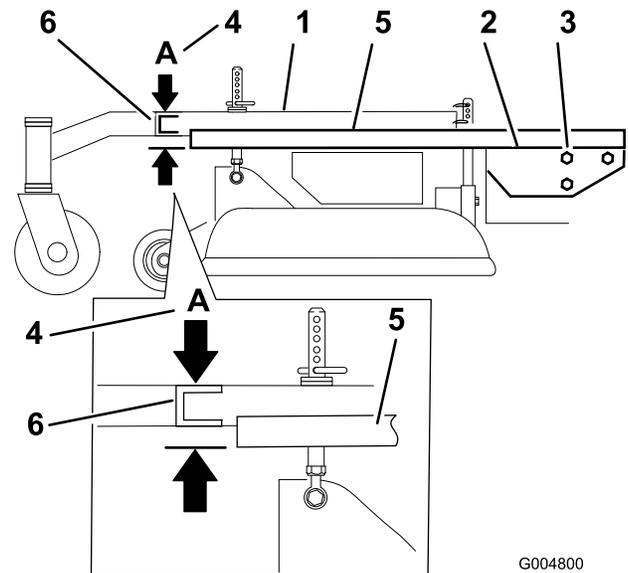

Figure 62
- Placez une longue planche, ou autre objet similaire parfaitement droit en haut du plancher moteur, comme illustré à la Figure 62.
- Au niveau du tube transversal du bâti porteur, mesurez la hauteur au point A (Figure 62).
- Desserrez les boulons de montage du bâti porteur de chaque côté de la machine (Figure 62).
- Alignez le bâti porteur et le plancher moteur à 33 mm (1-5/16 po) \pm 6 mm (1/4 po) au point A (Figure 62).